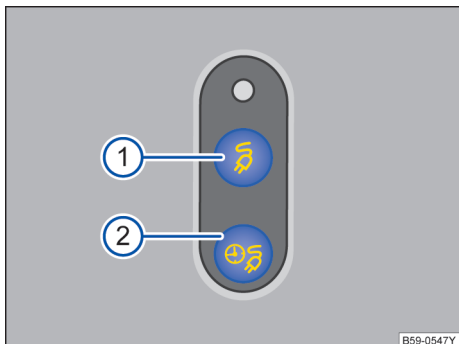

图 117 充电按钮示意图：① 立即充电按钮 ② 延迟充电按钮
– 插入充电电缆，若未设置延迟充电，则按钮 ⇒ 图 117 ① 中的指示灯亮起。
– 插入充电电缆，若设置了预约充电，则按钮 ⇒ 图 117 ② 中的指示灯亮起。